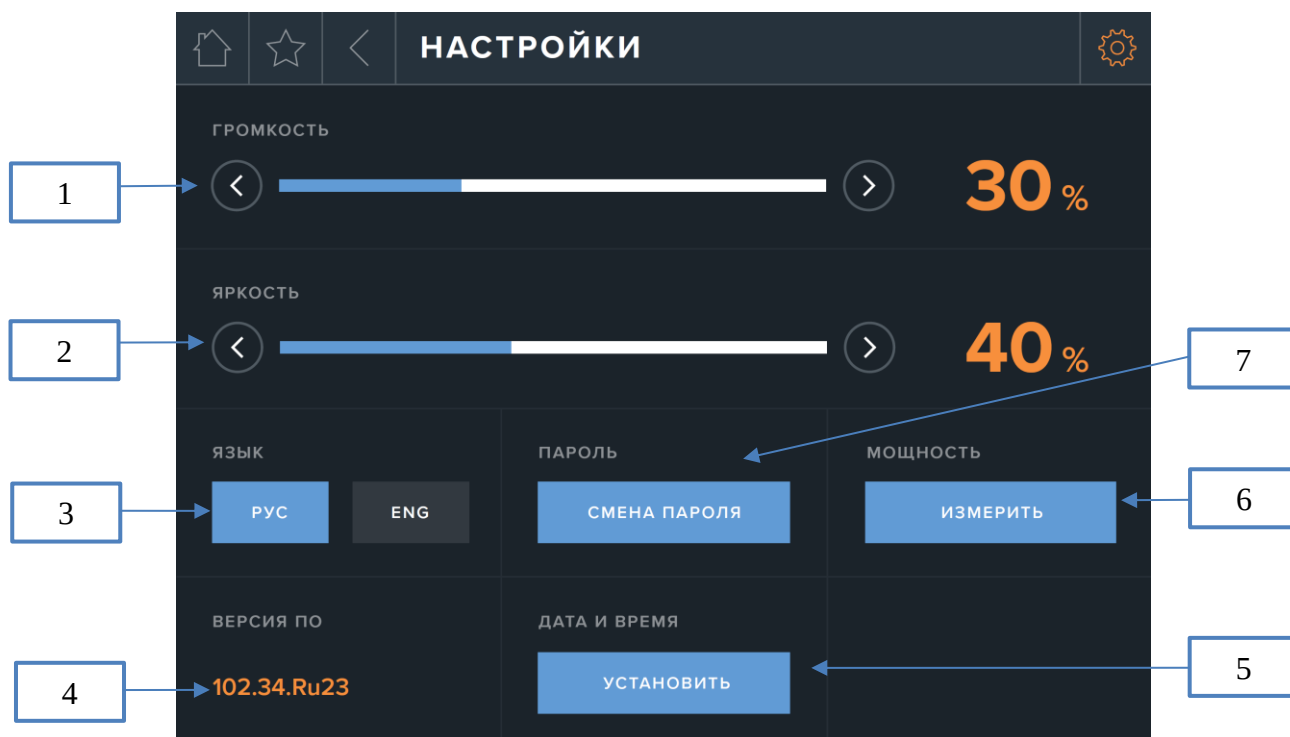

Рис. 39. Экран «НАСТРОЙКИ»
Для смены пароля входа в систему необходимо нажать кнопку (8) на экране «НАСТРОЙКИ» (рис. 39).
В Аппарате предусмотрена функция проверки величины выходной мощности. Для проверки мощности Аппарата нажмите кнопку (6) на экране «НАСТРОЙКИ» (рис. 39).